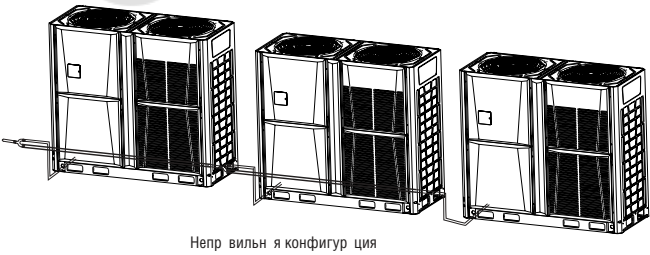

Рис. 4.9
- 2) Трубы для наружных блоков не должны быть выше стыка трубы к жидкому блоку, как показано на рис. 4.9.